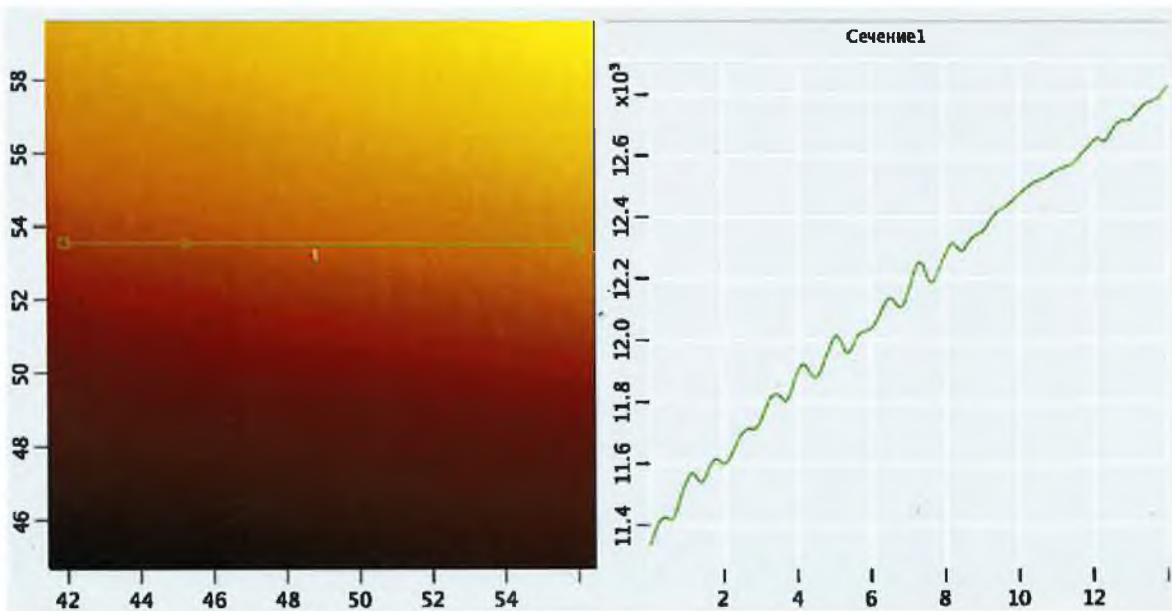

Рисунок 1 - Сечение исходного изображения по оси X
1. Откройте фрейм **1\_plane** (рисунок 1). Фрейм представляет собой сканированное изображение поверхности DVD-диска.